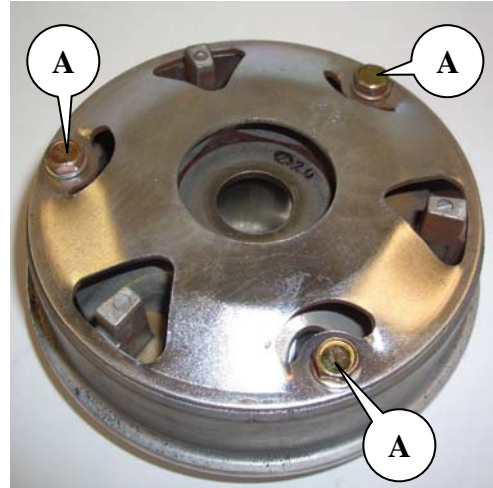

Abb.2
5. Nehmen Sie den hinteren Teil der Baugruppe, lösen und entfernen Sie die 3 Schrauben **A** und zerlegen Sie die Baugruppe (Abb.2).